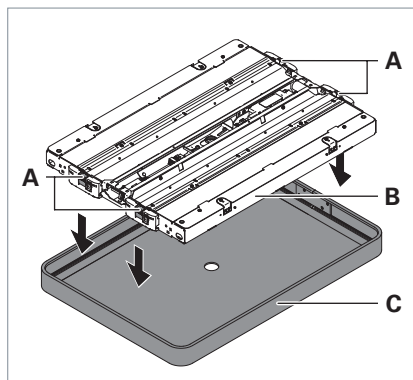

Fig. 7: Monter le cadre de protection.
- Placez le châssis du luminaire **B** par le haut dans le cadre de protection **C** et veillez à ce que tous les quatre crochets **A** s'enclenchent, voir Fig. 7.